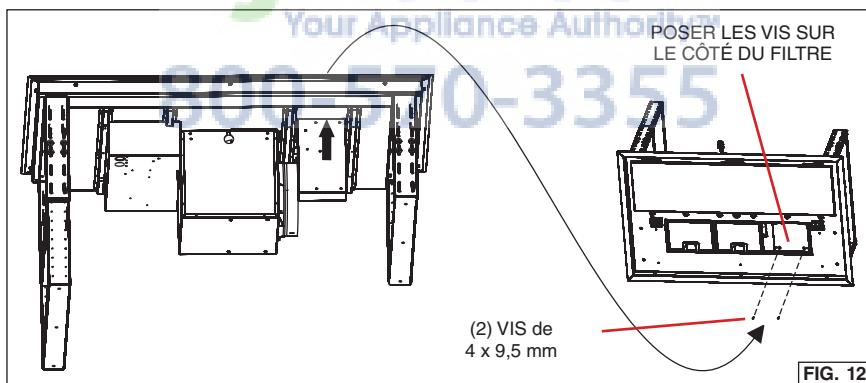

FIG. 12
3. Fixez le boîtier de commande avec les (2) vis de 4 x 9,5 mm fournies. Fig. 12.